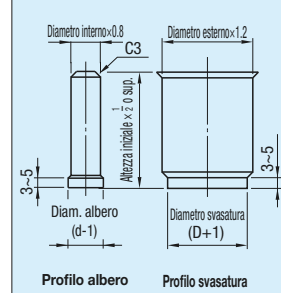

Fig. 2
- le spire attive iniziano ad aderire tra loro, aumentando il valore della costante della molla e provocando un innalzamento della curva di carico, come illustrato in Fig. 2. Non superare i 300,000 utilizzi della molla a spirale.